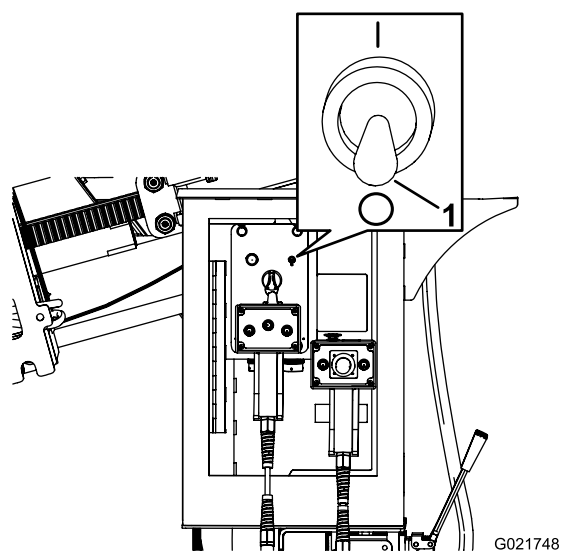

Рисунок 155
2. Убедитесь, что переключатель съемного поливного шланга находится в положении «Выкл.» (Рисунок 155).